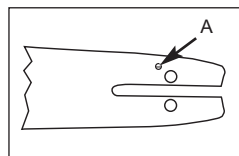

Fig. 3A
Pour s'assurer que le guide-chaîne et la chaîne sont lubrifiés, UTILISEZ UNIQUEMENT LE TYPE DE GUIDE-CHAÎNE D'ORIGINE pourvu d'un orifice pour l'huile (A), comme illustré ci-dessus (Fig. 3A).